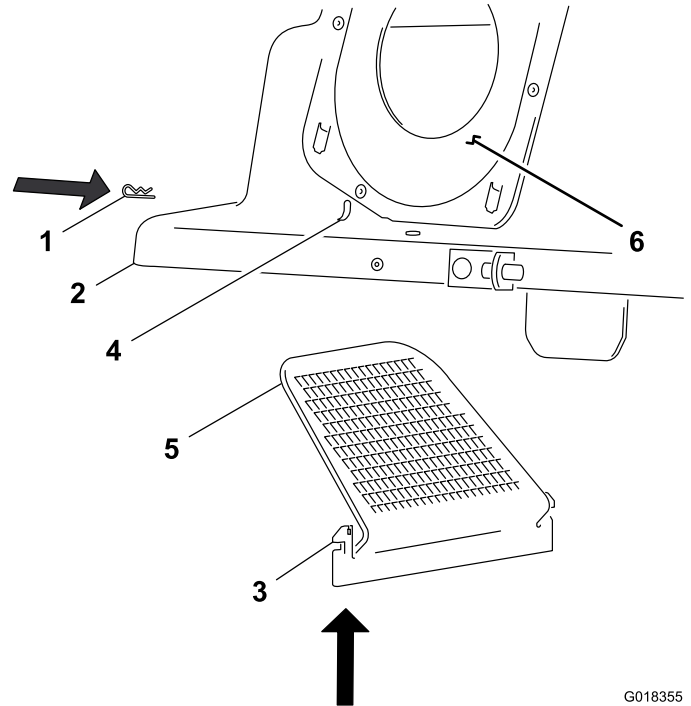

Figura 13
2. Localize as ranhuras do abafador na parte frontal e lateral do capot do depósito de recolha e as abas de montagem no abafador do capot (Figura 13).
3. Posicione o capot de forma a que o vedante da conduta fique à sua esquerda, conforme ilustrado em Figura 13.
4. Alinhe o abafador de forma a que a área controlada fique para cima e em ângulo para a esquerda (Figura 13).
- 5. Insira o abafador no capot a partir de baixo (Figura 13).
- 6. Alinhe as abas de montagem do abafador com as ranhuras do abafador no capot e empurre as abas de montagem para cima e através das ranhuras (Figura 13).